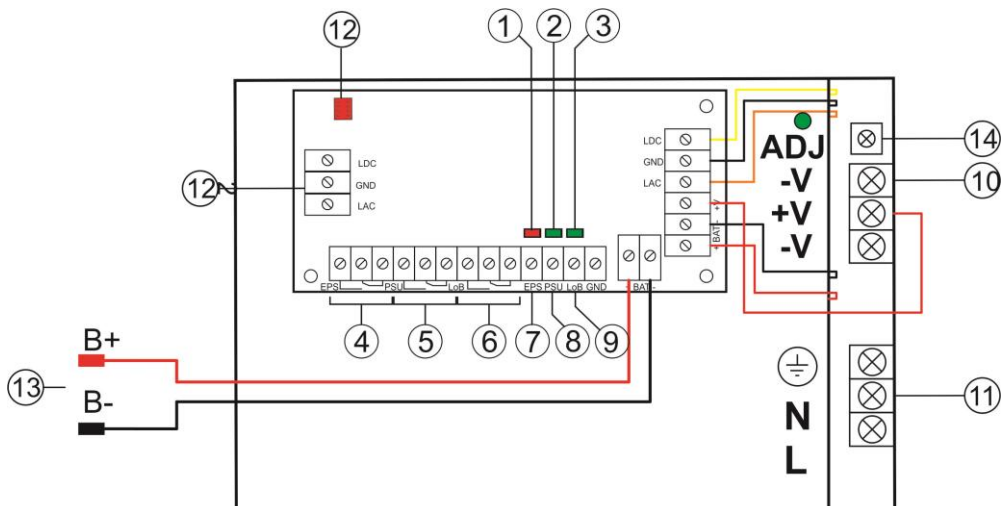

Abb. 2. Ansicht des Netzteils.
Tabelle 1. Elemente des Netzteils (siehe Abbildung 2).
- rote LED (Abbildung 2, Element 1): Bei normalem Zustand (Stromversorgung AC liegt an) leuchtet diese Diode durchgehend. Ein Stromausfall wird durch das Erlöschen der Diode angezeigt.
- grüne LED (Abbildung 2, Element 2): Signalisiert den Zustand der Gleichstromspannung am Hauptausgang des Netzteils. Bei normalem Zustand leuchtet die Diode durchgehend, bei Kurzschluss oder Überlastung des Ausgangs erlischt die Diode.
- grüne LED (Abbildung 2, Element 3): Signalisiert das Niveau der Batteriespannung. Bei normalem Zustand ( $U_{BAT} > 11,5V$ ) leuchtet die Diode durchgehend, bei Absenkung der Batteriespannung ( $U_{BAT} < 11,5V$ ) erlischt die Diode.
**ACHTUNG!** Auf Abbildung 2 stellt das System der Kontakte den spannungslosen Zustand des Relais dar, was dem Zustand der Signalisierung der fehlenden AC-Stromversorgung (Störung des AC-Stromnetzes) entspricht.
**ACHTUNG!** Auf Abbildung 2 stellt das System der Kontakte den spannungslosen Zustand des Relais dar, was dem Zustand der Signalisierung der fehlenden DC-Spannung (Störung des Netzteils) entspricht.
**ACHTUNG!** Auf Abbildung 2 stellt das System der Kontakte den spannungslosen Zustand des Relais dar, was dem Zustand der Signalisierung der niedrigen Batteriespannung ( $U_{BAT} < 11,5V$ ) entspricht.